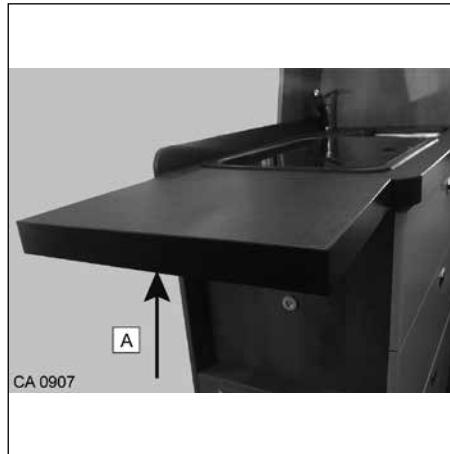

Fig. 35 Rallonge du plan de travail
- Appuyer sur le levier (Fig. 35, pos. A). Pivoter la rallonge vers le bas.